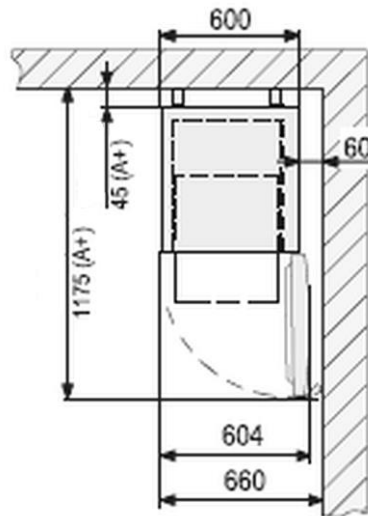

Abb. 4
- Sollte das Gerät in einer Ecke aufgestellt werden, lassen Sie einen seitlichen Abstand von mindestens 60 mm (Abb. 4).